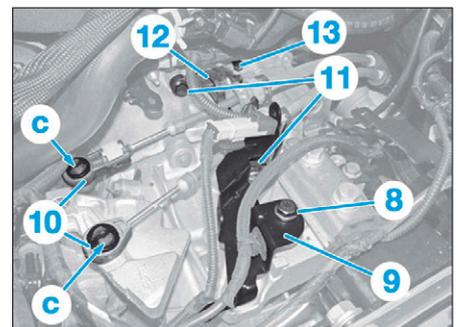

FIG. 7
- la vis de fixation (8) du support (9) (Fig.7).
- le support (9),
- Dégrafer en (c) les rotules (10) des câbles de commande de vitesses à l'aide d'une pince à becs.
- les vis de fixations (11) du support des câbles de commande (12) puis le retirer,
- la vis de fixation supérieure (13) du démarreur.